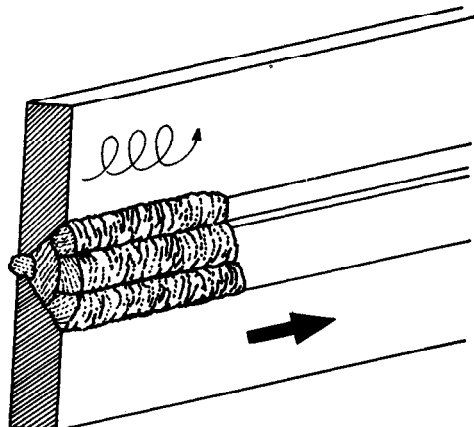

Figura 2.123
3. Al efectuar los cordones restantes, mueva el electrodo en forma circular (Figura 2.123).